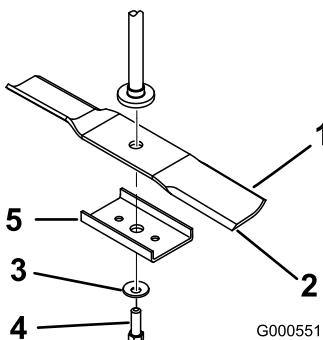

Figura 56
Sujete el extremo de la cuchilla usando un trapo o un guante grueso. Retire del eje el perno de la cuchilla, la arandela curva, el refuerzo de la cuchilla y la cuchilla (Figura 56).
1. Instale la cuchilla en el eje (Figura 56).
2. Instale el refuerzo de la cuchilla, la arandela curva (con la copa hacia la cuchilla) y el perno de la cuchilla (Figura 56).